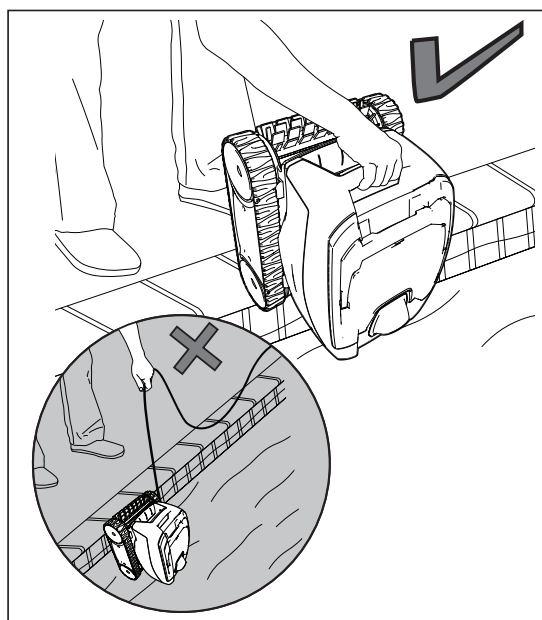

Figure 8. Soulever le robot nettoyeur hors de la piscine à l'aide de la poignée
2. Utiliser la poignée pour soulever le robot nettoyeur hors de l'eau (Figure 8). Ne jamais soulever le robot nettoyeur hors de la piscine par le câble flottant.